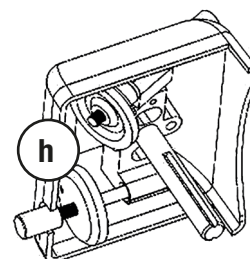

Abb. 13
- Reiben Sie die Schleifsteine [h] nach dem Schärfen mit einer in Alkohol getränkten Reinigungsbürste ab (Abb. 13).